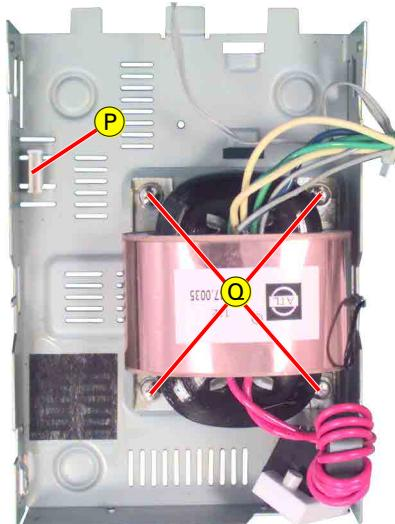

Fig. 10
- Beim Einbau darauf achten, dass die Verstärkerplatte in die Führung **P** (Fig. 10) eingreift.
- 4 Schrauben Ⓛ (Fig. 10) herausdrehen.
- Undo 4 screws Ⓛ (Fig. 10).